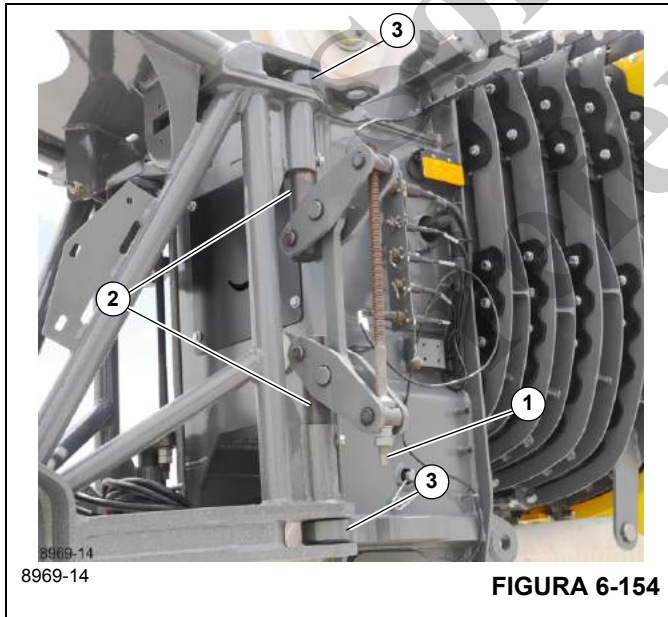

FIGURA 6-154
3. En el lado izquierdo de la punta de la pluma, use un destornillador de golpe para girar el tornillo separador (1) (Figura 6-154) en sentido horario para retirar los pasadores (2) de las orejetas de fijación (3).